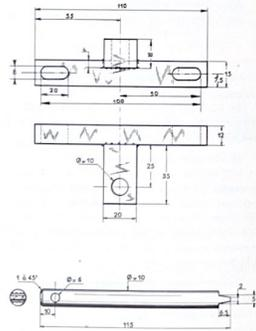

Fig. 3.21.—Util MR 3139-10 b y varilla de retención para la inmovilización de la rueda del reductor.
c) Mantener la rueda de reenvío del reductor (aparato MR 3139-10 b, figs. 3.21 y 3.22). Apretar la tuerca (31) del eje del piñón de ataque con 7 a 8,5 m.kg.
d) Para realizar esta aproximación de 1,53 milímetros, hay que retirar la brida de sujeción (30, fig. 3.7) del rodamiento, desatornillar la tuerca (31) del eje del piñón de ataque, inmovilizando el reenvío del reductor (aparato de sujeción MR - 3139 - 10 a, fig. 3.21 y 3.22, fijado por dos tornillos de $\phi = 7$ mm y 30 mm de largo). Posicionar el dedo de retención del aparato durante la operación. Retirar el aparato de sujeción y quitar el rodamiento por medio de dos pequeñas palancas acodadas y apoyadas detrás del collarín del rodamiento, con cuidado de no deteriorar el plano de junta.
b) Sujetar la rueda de reenvío del reductor (57) con el aparato MR - 3139 - 10b (fig. 3.21 y 3.22). Apretar la tuerca (31) del piñón de ataque con un par de 7 m.kg. Frenar la tuerca doblando el metal del collarín en el fresado del eje. (Se deben eliminar los golpes dados perpendicularmente al eje y se debe sostener la tuerca durante la operación para evitar el deterioro del rodamiento).